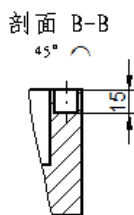

图 10.3.32 标注剖视图尺寸 1
(1) 确认“启用前缀”按钮处于弹起状态, 标注图 10.3.32 所示的尺寸。